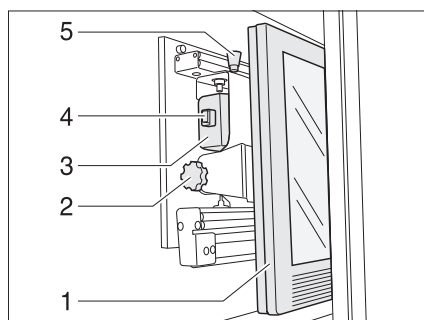

Fig. 59 Meuble télévision
- Appuyer sur le bouton de déverrouillage (Fig. 59,5) et tirer le support de l'écran plat jusqu'à la butée vers l'avant, à l'aide de la poignée (Fig. 59,4).
- Tirer le bouton de déverrouillage (Fig. 59,1) et faire pivoter l'écran plat (Fig. 59,2) dans la position souhaitée.
- Desserrer la vis moletée (Fig. 59,3).